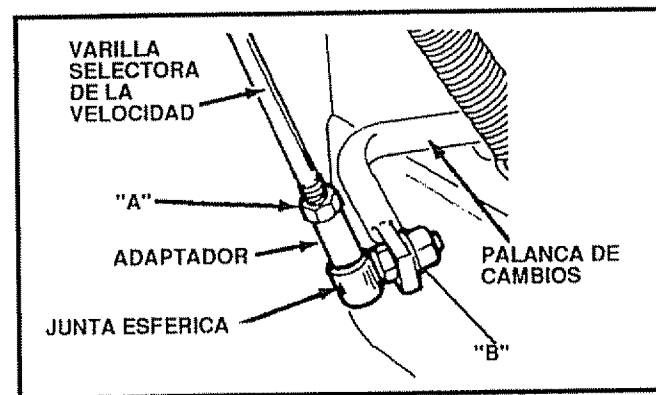

FIG. 33
- Afloje la contratuerca "A" en la varilla selectora de la velocidad. Remueva la junta esférica del puntal del cambiador. Aumente o reduzca la longitud de la varilla por medio de darle vuelta al adaptador para obtener la posición correcta de la rueda de fricción (Véase Fig. 33).
- Remueva la junta de rodilla del grupo de la horquilla de cambios (vea la Fig. 33 en la página 21)